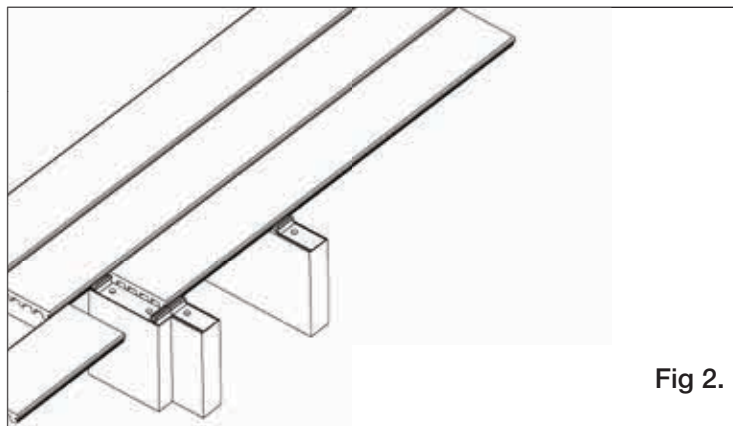

Fig 2.
- NO se permite compartir las tiras de fijación ocultas entre dos tabloncillos. Hermanar la estructura adicional donde se produce la junta a tope y luego recortar una tira de fijación oculta para acomodar cada tablón y fijarlo por separado a la estructura adicional. (Fig. 2)